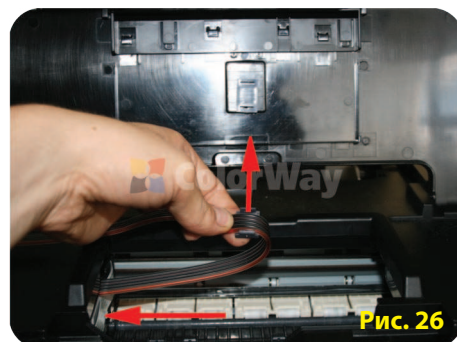

Рис. 26
- 5.8. Приклейте нижнюю часть П-образного держателя на крышку принтера. Возьмите верхнюю часть П-образного держателя, приложите ее к шлейфу. Отмеряйте шлейф так чтобы, верхняя часть держателя находилась напротив нижней части. Зафиксируйте рукой верхнюю часть держателя на шлейфе (Рис. 26), таким образом, Вы отмеряете необходимое количество шлейфа и место его фиксации.